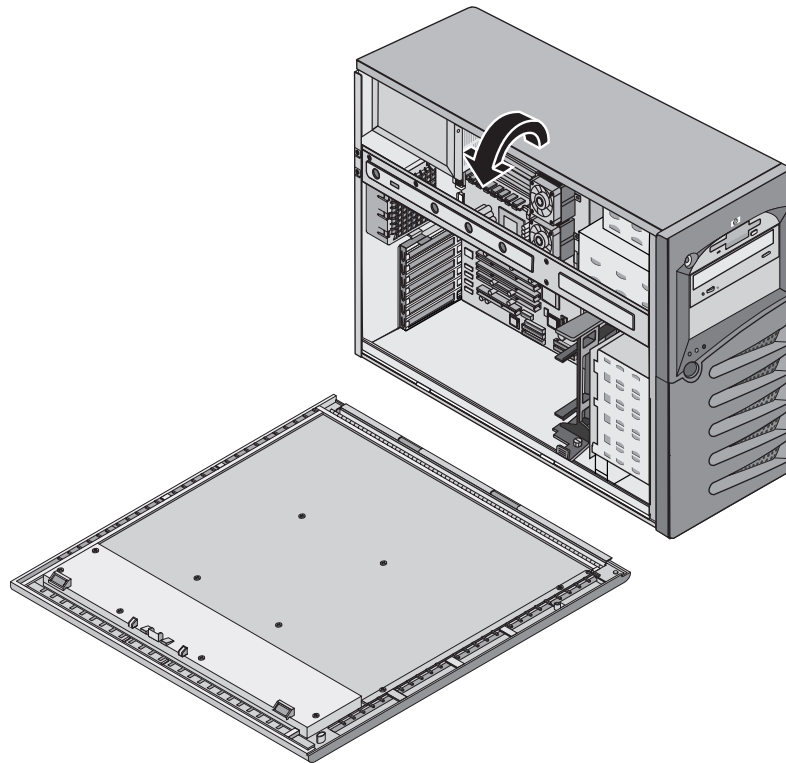

Abbildung 2-4: Seitenabdeckung (geöffnet)
- Die Komponenten der Systemplatine, das Netzteil, das Lüftermodul und die PCI-Karten sind über die Seitenabdeckung zugänglich (siehe Abbildung 2-4).
3. Ziehen Sie die Verriegelung nach oben, und öffnen Sie die Abdeckung (siehe Abbildung 2-4).